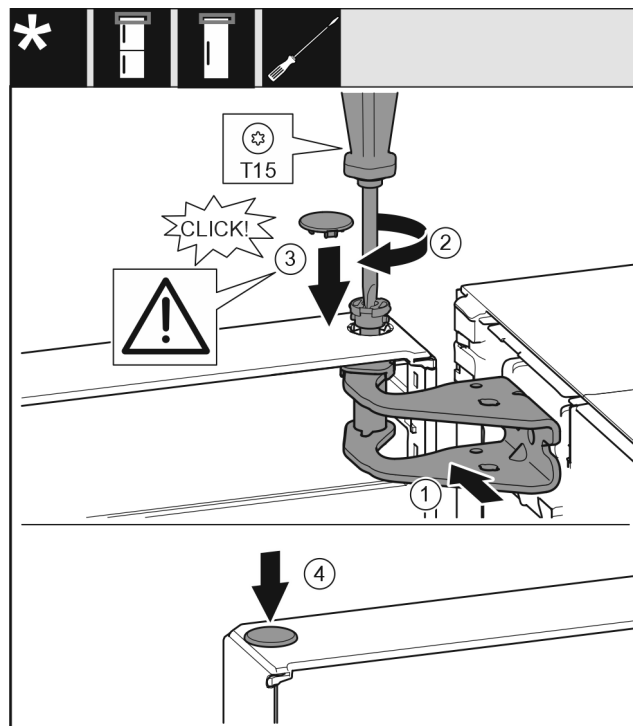

Fig. 19
- ▶ Wyrównać drzwi u góry względem otworu w płycie zawiasu. Fig. 19 (1)
- ▶ Założyć sworzeń i dokręcić śrubokrętem T15. Fig. 19 (2)
- ▶ Zamontować osłonę bezpieczeństwa w celu zabezpieczenia drzwi: Włożyć osłonę zabezpieczającą i sprawdzić, czy przylega ona do drzwi. Ponadto założyć cały sworzeń. Fig. 19 (3)
- ▶ Założyć zatyczkę. Fig. 19 (4)